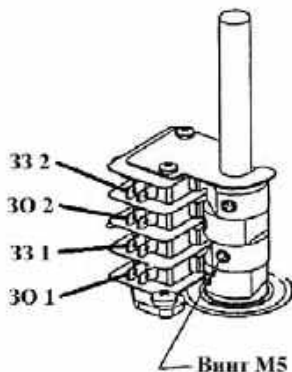

Рисунок 1 – Реле с эксцентрическими кулачками,
3.2 При нахождении диска 6 (Приложение А) в промежуточном положении (между положениями «Закрыт» – «Открыт») оба реле находятся в выключенном состоянии. При нахождении диска затвора в крайних положениях («Закрыт» – «Открыт») эксцентрический кулачек (рисунок 1) воздействует на одного из реле и формируется сигнал о положении затвора «Затвор закрыт» или «Затвор открыт» с помощью замыкания нормально разомкнутых «сухих» контактов реле с сопротивлением в замкнутом состоянии не более 25 Ом, при коммутируемом токе до 100 мА. Допускается местная регулировка эксцентрических кулачков.